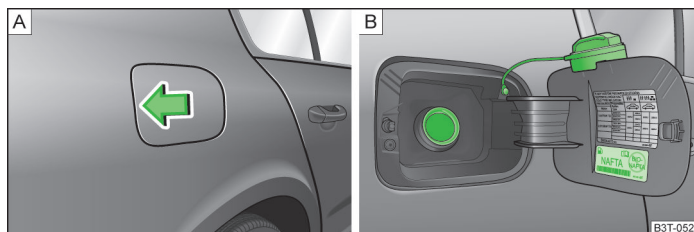

Abb. 164 Tankklappe öffnen / Tankklappe mit aufgeschraubtem Verschluss
Auf der Innenseite der Tankklappe sind die für Ihr Fahrzeug vorgeschriebenen Kraftstoffsorten angegeben » Abb. 164 auf Seite 206 - [B].
- Auf die Tankklappe in Pfeilrichtung drücken » Abb. 164 - [A].
- Den Tankverschluss entgegen dem Uhrzeigersinn herausdrehen und von oben auf die Tankklappe stecken » Abb. 164 - [B].